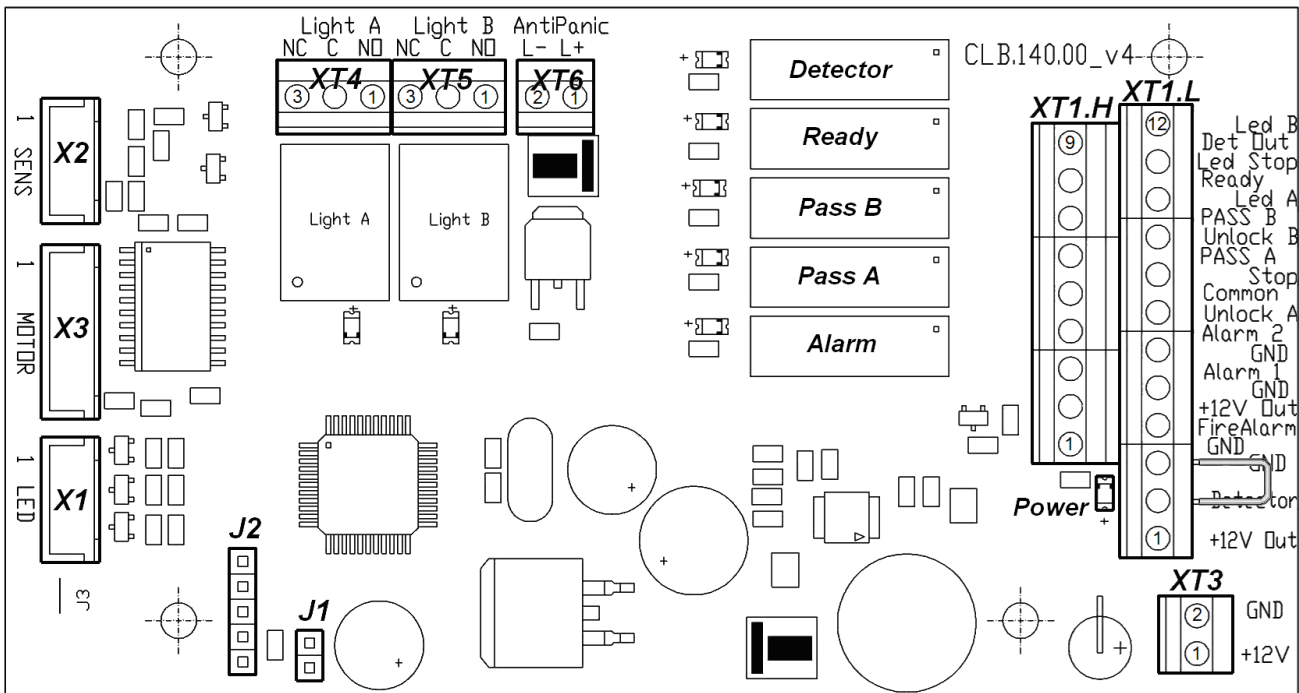

Рисунок 5. Внешний вид платы управления
ПДУ подключается к плате управления гибким многожильным кабелем (12) через клеммную колодку **XT1.L** (см. рис. 5 и 12).
Изменить ориентацию ПДУ относительно установки турникета (если по месту установки турникет обращен к оператору не лицевой, а тыльной стороной) можно, поменяв местами провода от ПДУ, подключаемые на контакты *Unlock A* и *Unlock B*, а также *Led A* и *Led B* соответственно (см. рис. 5 и 12).
Общий вид платы управления показан на рис. 5.
Подключение указанных устройств производится с помощью кабеля (5) к соответствующим клеммным колодкам **XT1.L** и **XT1.H** платы управления в соответствии со схемой электрических соединений (см. рис. 5 и 12).
Обозначения установленных на плате управления клеммных колодок и назначение их контактов показаны на рис. 5.
Факт срабатывания/отпускания реле *PASS A*, *PASS B*, *Ready*, *Detector* и *Alarm* можно определить по загоранию/гашению красных индикаторов, которые установлены вблизи указанных реле (см. рис. 5).
Режим управления определяется наличием переключки на разъеме *J1* (расположение разъема *J1* показано на рис. 5 и на наклейке, расположенной на внутренней поверхности крышки с блоком индикации (2): переключка установлена – импульсный режим управления, переключка снята – потенциальный режим управления). При поставке переключка установлена.
Подключение ДКЗП производится к контактам, клеммной колодке **XT1.L**, а сирены клеммной колодки **XT1.H** платы управления согласно схеме электрических соединений (см. рис. 5 и 12). ДКЗП должен иметь нормально-замкнутые контакты.
На контакты *Det Out* и *Common* клеммной колодки **XT1.H** платы управления (рис. 5) всегда транслируется сигнал о текущем состоянии ДКЗП.
Подключение устройства, подающего команду аварийного открытия прохода, производится к клеммной колодке **XT1.L** платы управления согласно схеме электрических соединений (см. рис. 5 и 12). Если вход *Fire Alarm* не используется, то необходимо установить перемычку между контактами *Fire Alarm* и *GND*. При поставке данная перемычка установлена.